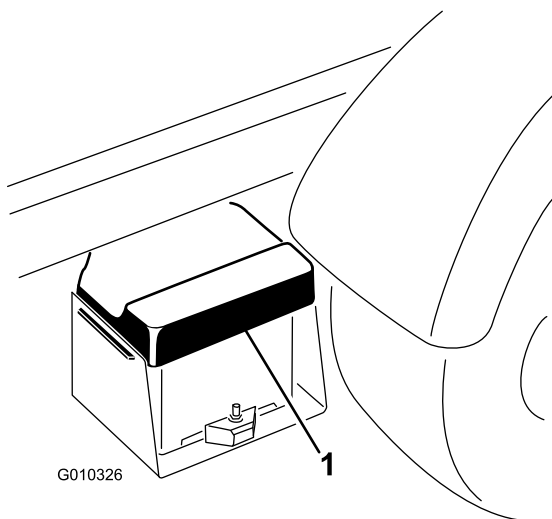

Рисунок 5
1. Снимите крышку с корпуса аккумулятора (Рисунок 5).